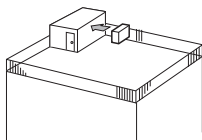

Fig. 2-3
- ① Richt de luchtuitlaat naar de dichtstbijzijnde muur, op ongeveer 35 cm van de muur. (Fig. 2-3)